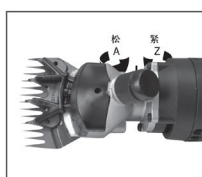

Fig.2
- Curățați murdăria de pe lame. După terminarea tunderii unei oi, rotiți piulița în sens invers acelor de ceasornic (Fig. 2) până când lamele pot fi îndepărtate. Când sunt scoase, curățați orice murdărie care s-a acumulat pe lamă inferioară, precum și pe interiorul lamei superioare. În acest fel, cele două lame se pot potrivi bine.
- Reglați etanșeitatea lamelor prin rotirea piuliței de reglare în sensul acelor de ceasornic (Fig.2) până când simțiți rezistența. Rotiți piulița de reglare în sens invers acelor de ceasornic pentru a slăbi lamele (Fig.2).